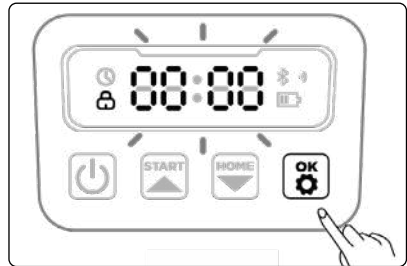

Рис. 22
2. Введите пароль по умолчанию 0000 на газонокосилке и нажмите «OK» для завершения процесса настройки (рис. 22).